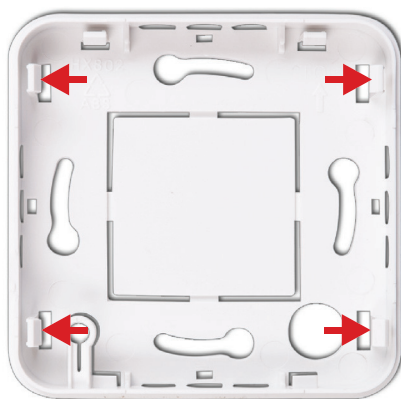

Figure 2: Logement arrière
2. Libérer le logement arrière en appuyant sur les quatre loquets situés dans les angles (figure 2).